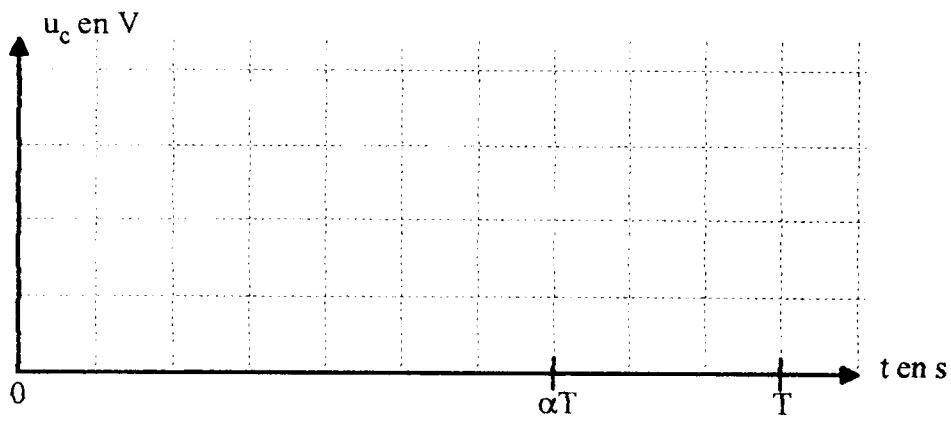

figure 7
2. Pour la valeur de α donnée sur la figure 7 page 10 de la feuille-réponse n° 4, tracer l'allure de $u_c(t)$ sur la figure 7 page 10. En déduire la relation littérale (sans valeur numérique) liant \bar{u}_c , α et U_{bat} .